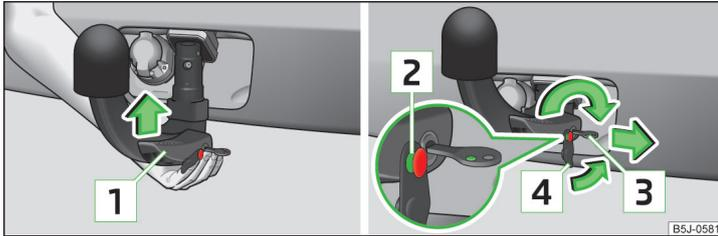

Abb. 120 Kugelstange einsetzen / Schloss verriegeln und Schlosskappe aufsetzen
- Die Kugelstange **von unten** » Abb. 120 fassen und in den Aufnahmeschacht bis zum hörbaren Einrasten einsetzen » **!**.
Der Hebel **1** » Abb. 120 dreht sich **selbsttätig** nach oben und der Auslösebolzen **2** fährt heraus (sein roter sowie grüner Teil ist sichtbar) » **!**.
- Die Kappe **4** » Abb. 120 auf das Schloss in Pfeilrichtung stecken » **!**.